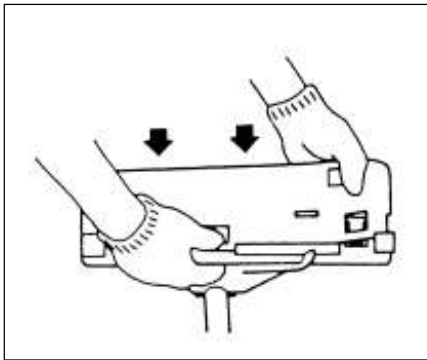

Fig. 1-9
- (En) When using a trimmer head (2) with two piece type blade guard, attach the guard extension to the blade guard. (Fig. 1-9)
- (Fr) Lorsque l'on utilise une tête de coupe à fil nylon (2) avec un carter de protection du type en deux parties, veuillez fixer l'extension du carter de protection sur le carter lui-même afin de rehausser sa jupe latérale. (Fig. 1-9)
- (It) Quando si usa una testina tosaerba (2) con coprilama di tipo di due pezzi, applicare l'allungamento al coprilama. (Fig. 1-9)
- (Ge) Bei Einsatz eines Trimmerkopfes (2) mit Doppelstückmesserschutz die Schutzverlängerung am Messerschutz befestigen. (Fig. 1-9)
- (Sp) Cuando use el cabezal recortador (2), con el protector de cuchilla tipo de dos piezas, conecte el protector de extensión al protector de cuchilla. (Fig. 1-9)
- (Sw) Vid användning av trimmerhuvudet (2) försett med tvådelat klingskydd skall skyddsförlängningen fästas vid klingskyddet. (Fig. 1-9)